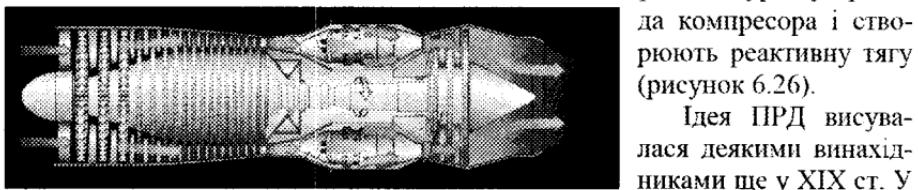

Рисунок 6.26 – Розріз ТРД
- турбореактивні компресорні двигуни (ТРД) з газовою турбіною, у яких стискання повітря здійснюється турбокомпресором; стиснене повітря надходить у камери, де згоряє паливо, а гази, що відходять, обертають турбіну приводу компресора і створюють реактивну тягу (рисунок 6.26).